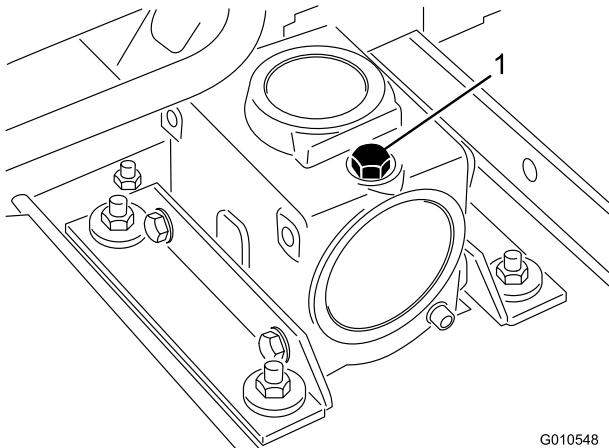

Figura 13
2. Togliete il tappo di riempimento/asta di livello da sopra gli ingranaggi (Figura 13) e verificate che il lubrificante si trovi tra i segni riportati sull'asta. Se il lubrificante è insufficiente, rabboccate lo fino a raggiungere il livello compreso tra i segni.